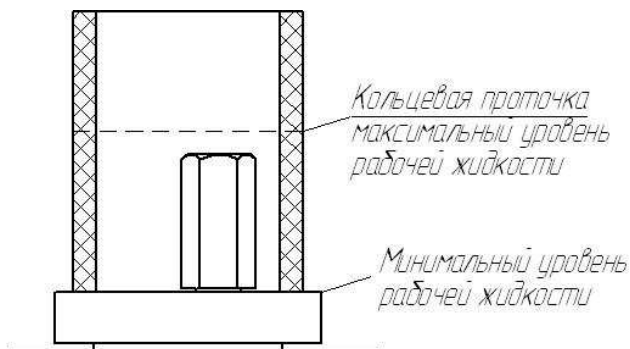

Рис. 3. Уровень заливки рабочей жидкости в стакан
7.7 Плавными движениями, производите накачивание ручным насосом. Величина создания давления ручным насосом зависит от диапазона измерения установленных СИ, но не должна превышать 3 МПа. Во время накачивания будет происходить уменьшение уровня рабочей жидкости в стакане. Следите, чтобы уровень жидкости не упал ниже минимальной отметки. (рис. 3)